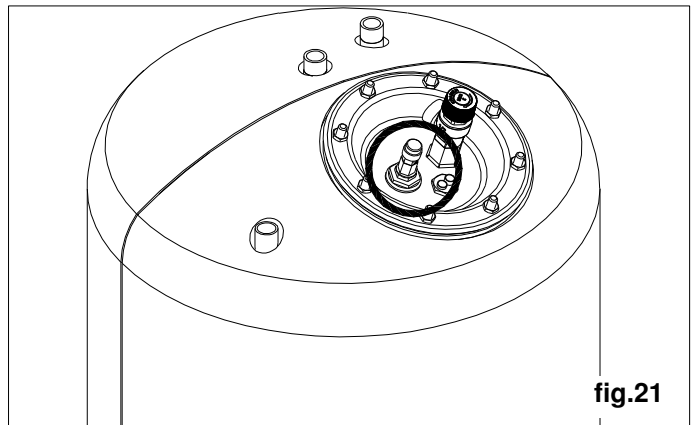

fig.21
- ouvrir le purgeur (fig.21) situé en partie haute du ballon ;